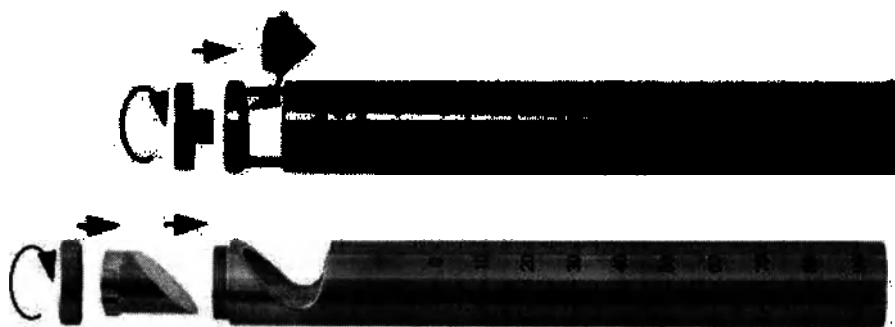

Рисунок 13: Сборка адаптера GA (или GC) – крепление позолоченного зеркала.
1. Аккуратно соберите адаптер GA (или GC) – вставьте золотое зеркало на место и закрепите его с обратной стороны специальной гайкой для зеркала. (см. рис. 13)
Зеркала адаптеров GA или GC необходимо тщательно очищать одноразовыми ватными палочками, как показано на рис. 13 ниже.